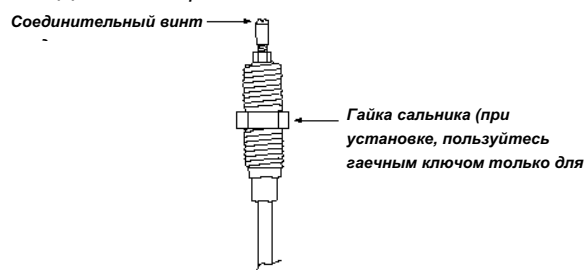

Рисунок 3
2. Плотнo затяните соединение, следя за тем, чтобы ключ применялся **ТОЛЬКО** для гайки сальника. См **Рисунок 3**.
3. Наверните корпус передатчика / зонда в зонд. См **Рисунок 3**. Не пережимайте и не порвите сальник.